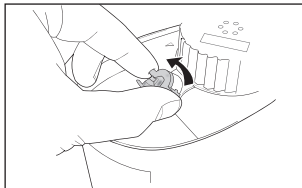

Fig. 2
2. Quite la carcasa superior de la unidad. Coloque la boquilla de vapor, enrosque en el sentido contrario a las agujas del reloj y eleve la boquilla como se muestra, Fig. 2.